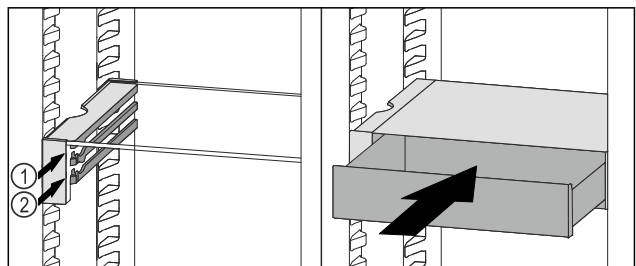

Fig. 109
- ▶ VarioSafe-lade achter de stoppers op de gewenste rib Fig. 109 (1) of Fig. 109 (2) plaatsen.